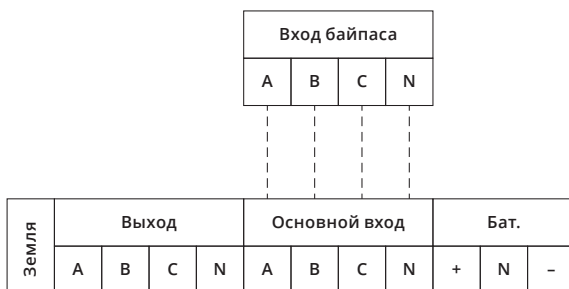

Рис. 2-17. Соединительные клеммы в шкафу на 6 модулей (отдельный вход байпаса – опция)
2. Откройте заднюю дверцу шкафа, снимите пластмассовую крышку. Входные и выходные клеммы, клеммы АКБ и защитного заземления показаны на рис. 2-17, 2-18 и 2-19.